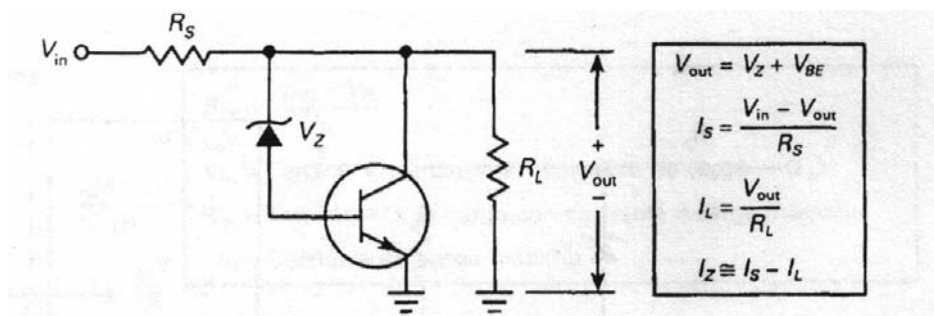

figura 3 - Melhorando um regulador em paralelo
1. Na figura 3 $V_{in}=15V$, $R_s=10\Omega$, $V_Z=9,1V$, $V_{BE}=0,8V$ e $R_L=40\Omega$.